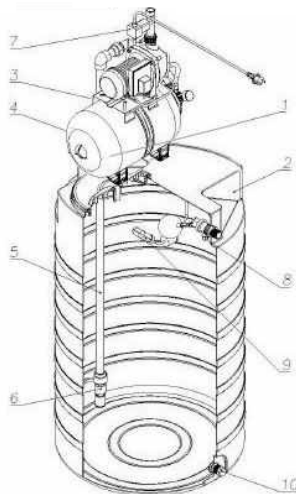
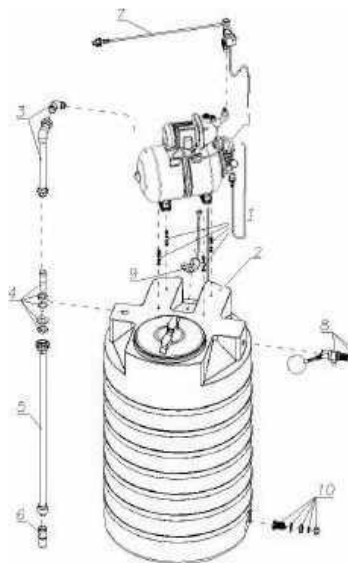

Рис. 2
Рис. 3
Приемный бак объемом 500 л (поз.2 рис.2) для ромежучотного накопления воды заданного объема с верхней резьбовой крышкой диаметром 330 мм и нижним сливным отверстием 1" - 1 комплект. Соединительный элемент для соединения бака с всасывающим трубопроводом (поз. 4 рис. 2) - 1 комп. Труба, всасывающая верхняя для соединения АНС с соединительным элементом (поз.3 рис.2) - 1 шт. Труба, всасывающая нижняя для забора и подачи воды (поз.5 рис. 2) - 1 шт.
Обратный клапан с фильтром для создания одностороннего потока воды и предварительной его фильтрации (поз.6 рис. 2) - 1 шт. Гидростоп, защищающий насос от холостого (сухого) хода (поз.7 рис.2) - 1 шт. Поплавковый клапан, защищающий бак от переполнения водой из магистрали и удерживающий необходимый объем воды в баке (поз. 8 рис. 2) - 1 шт. Выключатель уровня (поз.9 рис. 2) - 1 шт, автоматически отключающий скваженный или колодезный насос при заполнении бака и удерживающий необходимый объем воды. Комплект сливного штуцера с пробкой для слива воды из бака (поз.10 рис. 2) - 1 комп. Комплект крепежных элементов для соединения АНС с баком (поз.11 рис.3) - 1 комп. (болты М8х20 -4шт., гайки М8-4шт., шайба 8 - 8шт. шайба пружинная-8шт.)
4. СБОРКА ОБОРУДОВАНИЯ (рисунок 3)
Из бака объемом 500 л (поз.2 рис.3) выкручивается верхняя резьбовая крышка горловины.